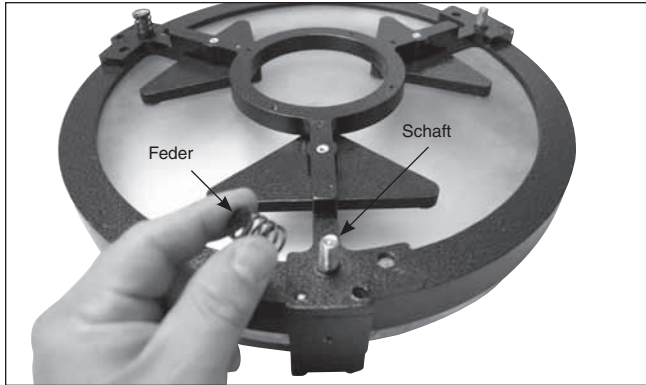

Abbildung 17. Legen Sie die drei Federn auf die frei liegenden Gewindeschäfte der Spiegelzelle.
2. Anschließend befestigen Sie den hinteren Endring an der Spiegelzelle. Legen Sie die Spiegelzelle auf eine saubere, ebene Fläche und drehen Sie sie, so dass der Spiegel nach unten weist. Platzieren Sie die drei Federn auf den drei frei liegenden Gewindeschäften (Abbildung 17). Senken Sie den Endring so auf die Spiegelzelle ab, dass die Gewindeschäfte durch ihn passieren, und der Endring auf den Federn ruht (Abbildung 18). Setzen Sie auf jeden Kollimationsknopf eine Nylon-Unterlegscheibe, und führen Sie die Kollimationsknöpfe durch den Endring und auf die Gewindeschäfte (Abbildung 19). Stellen Sie sicher, dass die Knöpfe mindestens drei volle Umdrehungen auf die Schäfte geschraubt worden sind. Die Spiegelzelle kann nun am unteren Optikrohrabschnitt angebracht werden.